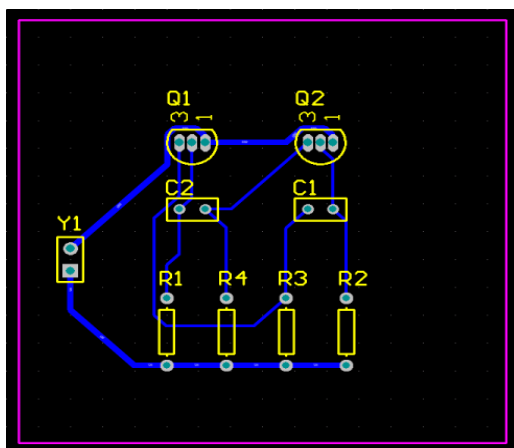

图 2-41 手动布线后的 PCB
5. 完成其他线路的连接并保存设计，如图 2-41 所示。
注：线的放置由 auto router 通过两种颜色来呈现：红色，表明该线在顶端的信号层；蓝色，表明该线在底部的信号层。要用于自动布线的层在 PCB Board Wizard 中的 Routing Layers 设计规则中指定。此外，注意电源线和地线要设置的宽一些。如果设计的布线与图 2-41 所示的不完全一样，也是正确的，因为元器件摆放位置不完全相同，布线也会不完全相同。